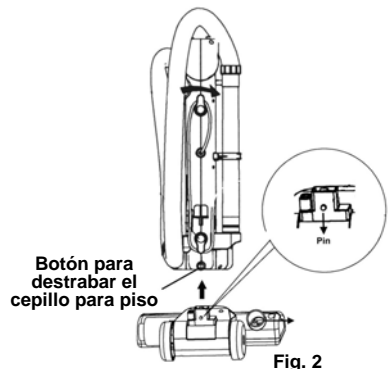

Fig. 2
1. Inserte el cepillo para piso en su lugar, en la dirección de la flecha. (Fig. 2)